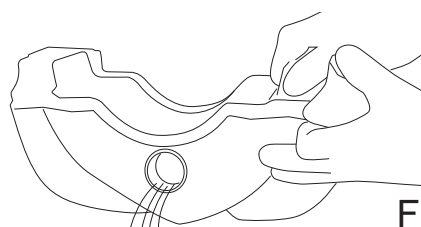

Fig.24
- Tøm indholdet af beholderen fra åbningen foran (Fig.24).